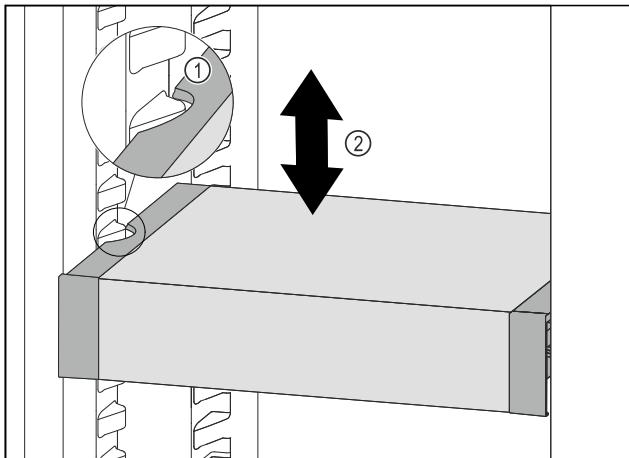

Fig. 99
- Тяните VarioSafe вперед, пока боковые выемки VarioSafe не окажутся на высоте выступа резервуара в холодильном отделении. Fig. 99 (1)
- Двигайте VarioSafe в холодильном отделении вверх или вниз, пока не будет достигнута требуемая высота. Fig. 99 (2)